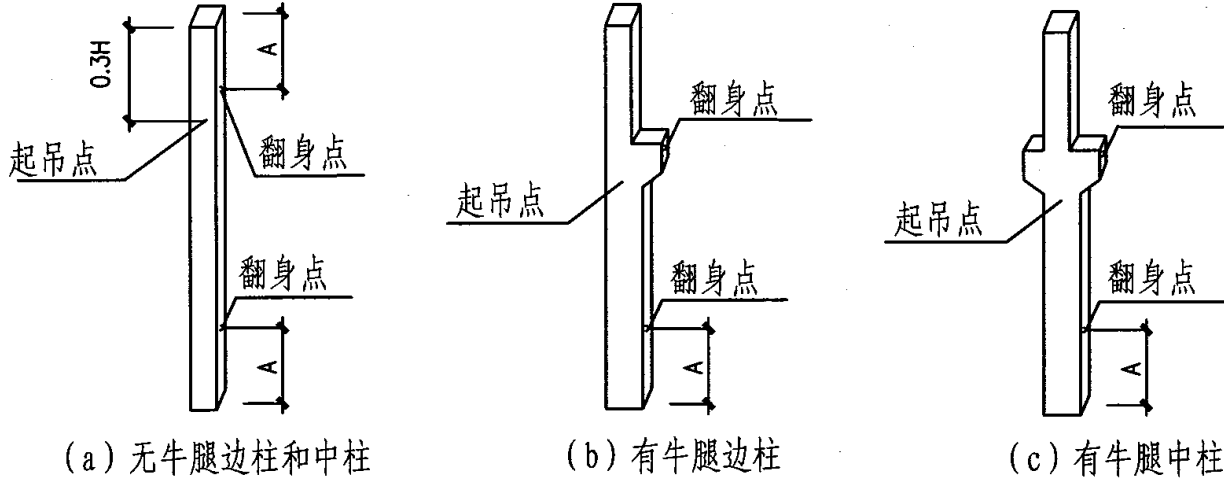

图13.4
13.4 柱子的起吊方法，采用两点原地翻身、一点起吊，吊点位置可按图13.4所示。